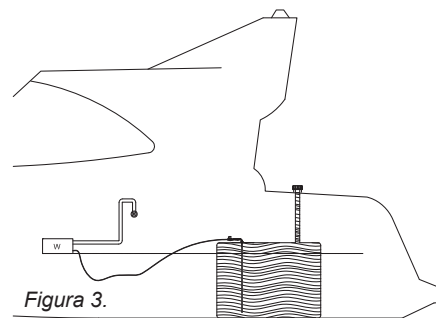

Figura 3.
3. Il livello del carburante è al di sopra del riscaldatore / della stufa. Figura 3.